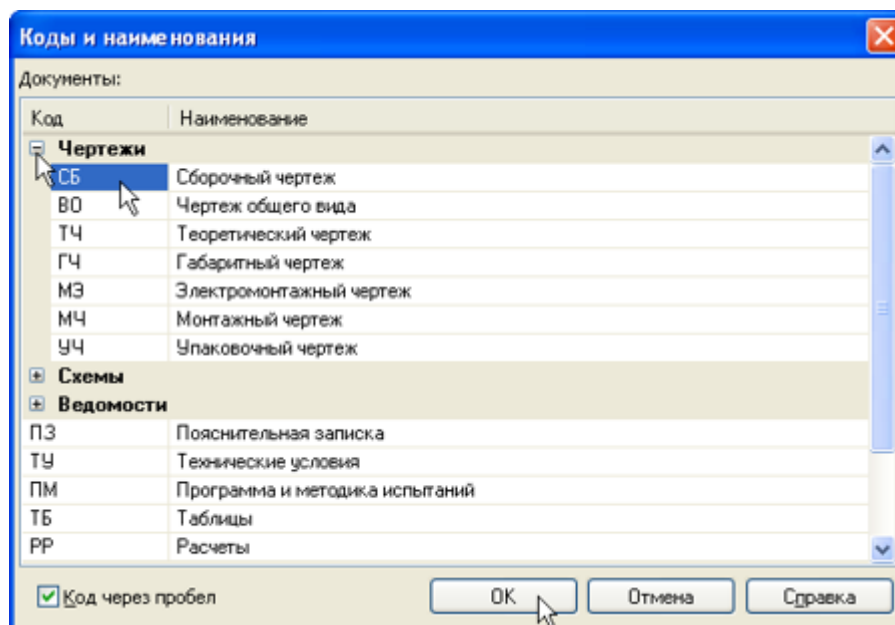

Рисунок 17.
- В справочнике Коды и наименования раскройте раздел Чертежи, укажите Сборочный чертеж и нажмите ОК (рис. 17).